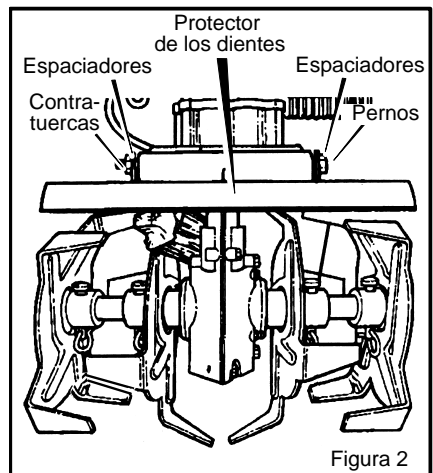

Figura 2
- 2. Retire las **contratuercas**, los **espaciadores** y los **tornillos de la cubierta protectora de los dientes** (Figura 2).